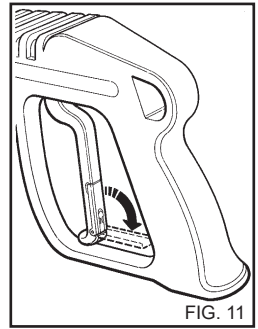

FIG. 11
- Wenn der Hochdruckreiniger nicht benutzt wird, die Sicherheitsvorrichtung am Griff schließen (Fig.11).